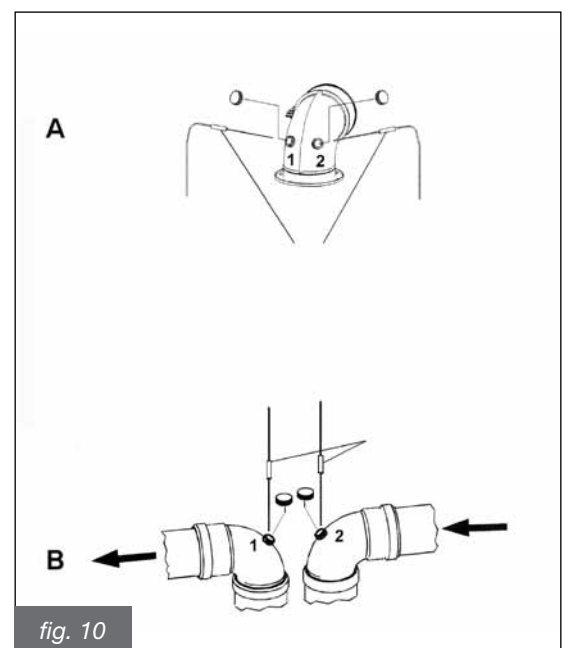

fig. 10
- misura dell'aria comburente prelevata nell'apposito foro 2 (vedi fig. 10 A).
- misura della temperatura fumi e della CO₂ prelevata nell'apposito foro 1 (vedi fig. 10 A).
- misura dell'aria comburente prelevata nell'apposito foro 2 (vedi fig. 10 B).
- misura della temperatura fumi e della CO₂ prelevata nell'apposito foro 1 (vedi fig. 10 B).